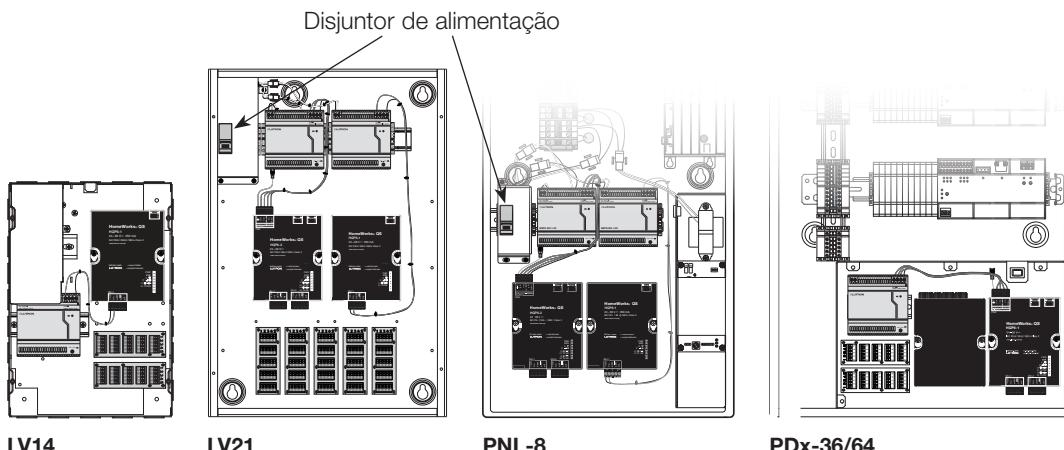

Figura 2—Entrada da fiação
2. Conectar energia: O processador é abastecido a partir da fonte de alimentação QSPS-DH-1-75. Conecte o processador à alimentação, conforme mostrado na **Figura 2**. Consulte o software de configuração para determinar os requisitos de energia da ligação. Se estiver usando o chicote de fios que vem com o QSPS-DH-1-75-H, encapte os fios não usados.